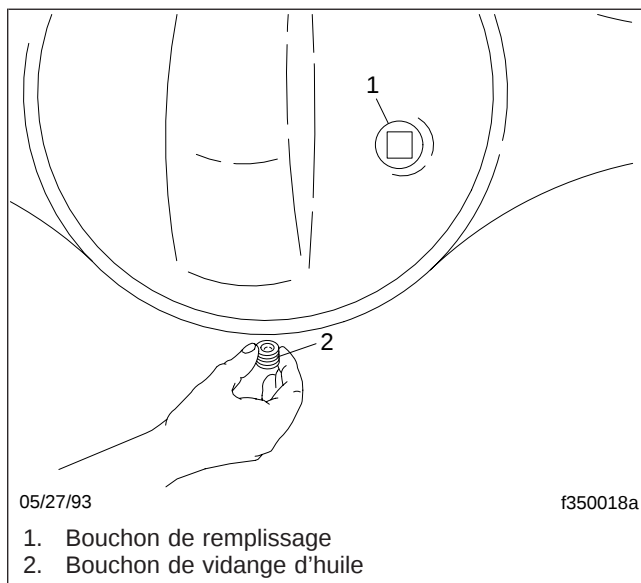

Fig. 4, Bouchons de vidange et de remplissage du carter d'essieu Dana Spicer
d'essieu, retirez le bouchon de l'orifice de remplissage (ou la colonne d'alimentation si installée dans l'orifice de remplissage); voir la **figure 4**.
3. Placez un bac de récupération sous le bouchon de vidange de l'essieu arrière; voir la **figure 4**. Vidangez l'huile à une température de fonctionnement normale, soit 150 °F à 200 °F (65 °C à 93 °C). À cette température, l'huile s'écoulera plus facilement, ce qui assurera une vidange complète de l'essieu.